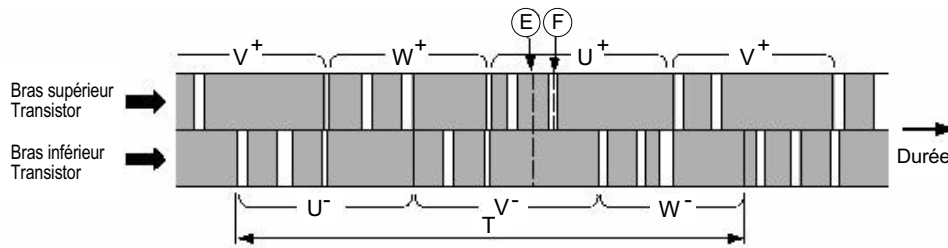

Fig. 4-2 Ordre de commutation du bloc d'alimentation
Le Temps T sur la Fig. 4-2 indique la période de commutation et la relation avec la vitesse de rotation (N) du compresseur est indiquée par la formule ci-dessous ;